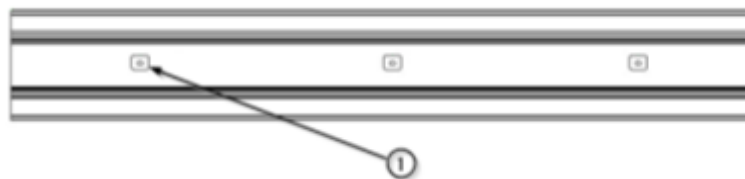

Fig. 6 Bevestigingspunten van het ICARUS-apparaat
- Om de zijwand ① weer te plaatsen, hoeft u deze alleen maar in de richting van het chassis in zijn positie te schuiven totdat de zijwand tegen de aanslag komt en de bevestigingsschroef ② aan te brengen.
- Zoek de bevestigingspunten ① van het apparaat die zijn aangegeven op de bijgevoegde installatietekening. (Zie afb. 6)
- Zoek de bevestigingspunten ① van het apparaat die zijn aangegeven op de bijgevoegde installatietekeningen. (Zie afb. 6)